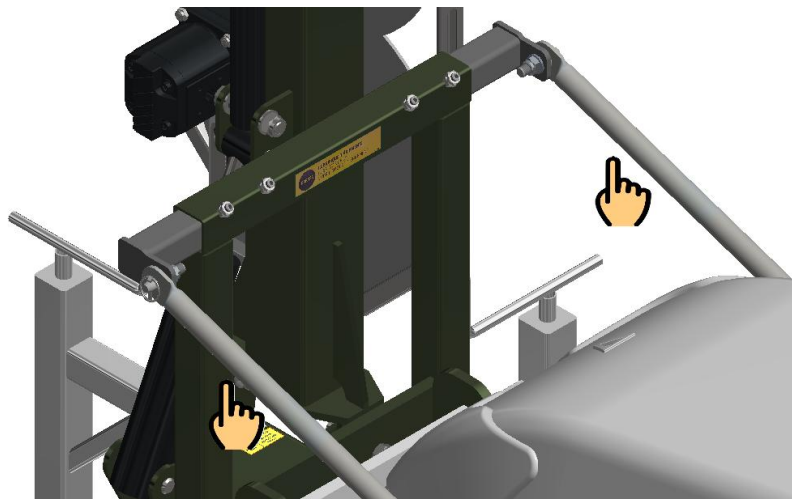

Figura 6.9 – Braços laterais de estabilização
3. Agora deverá montar os braços laterais de estabilização (*Figura 6.9*), que devem ser fixados entre a Podadora e o chassi do trator agrícola.
- Elimine eventuais folgas nos braços laterais de estabilização (*Figura 6.9*);